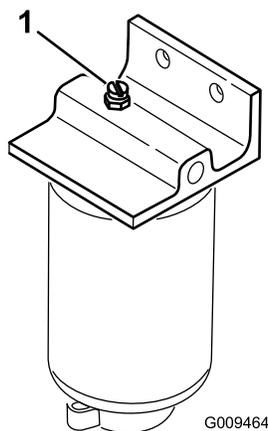

Bild 44
3. Öffnen Sie die Entlüftungsschraube am Kraftstofffilter/Wasserabscheider (Bild 44).